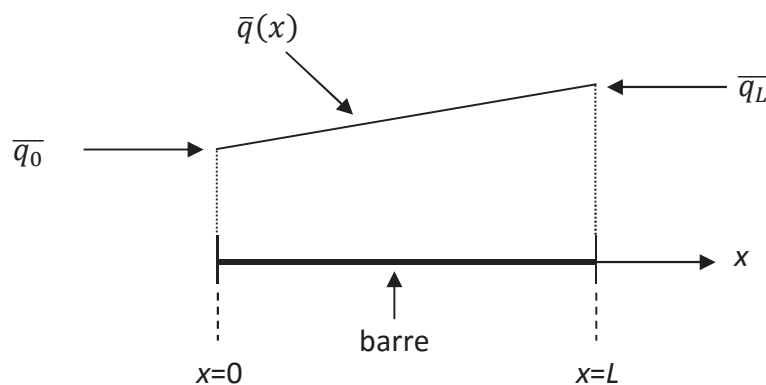

Figure 1 – Problème à étudier
On considère un problème monodimensionnel (1 D) de conduction de chaleur au sein d'une barre de longueur L (figure 1). Cette barre est constituée d'un matériau homogène isotrope de conductivité k . On considèrera que cette barre est soumise à une source interne de chaleur $\bar{q}(x)$ (W/m³) répartie linéairement, comme indiqué sur la figure 1. La source interne de chaleur satisfait donc l'équation (1) :